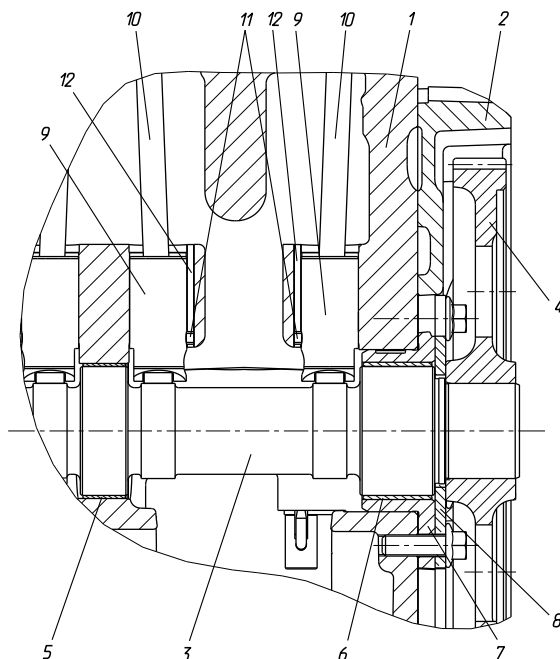

Рисунок 20– Задний носок распределительного вала с шестерней, опорами и толкателями:
**Распределительный вал** расположен в верхней части блока цилиндров и приводится во вращение от заднего конца коленчатого вала через пару прямозубых шестерен. Шестерни устанавливаются по меткам, выбитым на торцах зубчатых венцов. Подшипниками распределительного вала служат сталебронзовые свертные втулки. Осевое смещение вала ограничивается стальным упорным фланцем, установленным между ступицей шестерни и задней опорной шейкой вала. Упорный фланец крепится к заднему торцу блока цилиндров двумя болтами через отверстия во фланце заднего подшипника (рисунок 20).